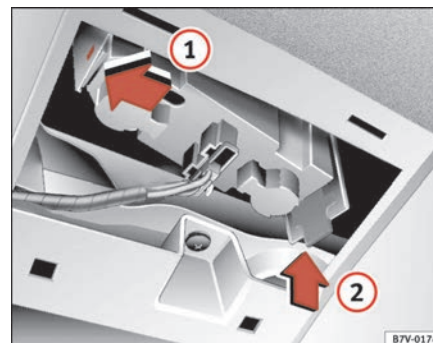

Abb. 166 Leuchten an der Heckklappe
- Lampenfassung in die entsprechende Bohrung ① über die vordere Rastnase führen und von hinten ② nach oben drücken, bis die Rastnase einrastet ⇒ Seite 257, Abb. 166.